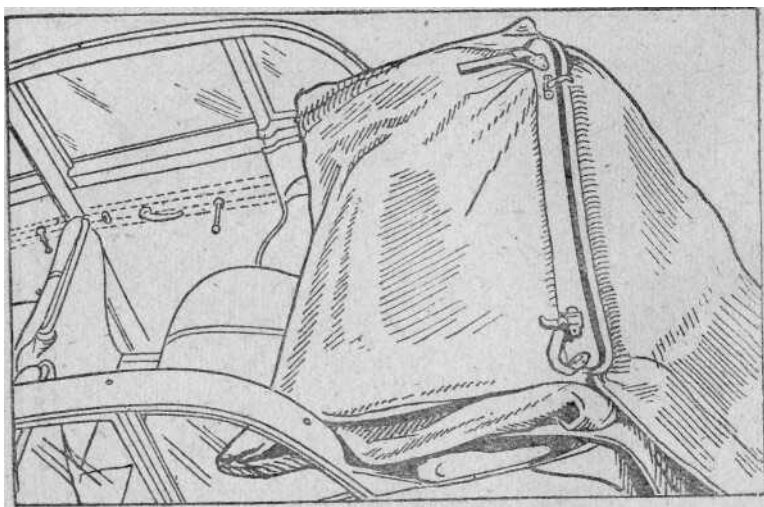

Рис. 26—Складывание внутренней подкладки с ватниками
4. Вытянуть внутреннюю подкладку с ватниками из тента и сложить ее вдвое с перегибом посередине; наружная часть тента, должна свободно свешиваться на задок кузова, а лобовой брус должен быть уложен па дуги (рис. 26).